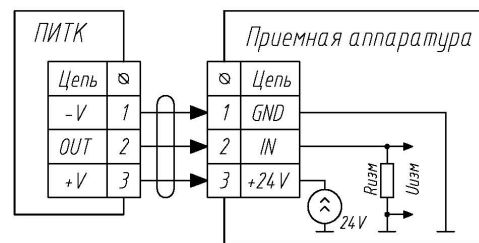

Рис. 3
- Кабель продеть в кабельный ввод ПИТК и подключить к вводному клеммнику платы. Полноту подключения кабеля согласно схемы подключения (рис. 3);